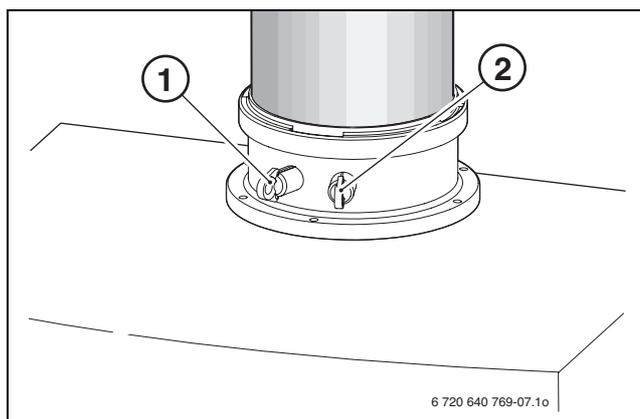

Fig. 48
- ▶ Rimuovere il tappo di chiusura della presa di analisi dell'aria comburente [2] (→ fig. 48).
- ▶ Rimuovere il tappo di chiusura dalla presa di analisi gas combustibili [1] (→ fig. 48).